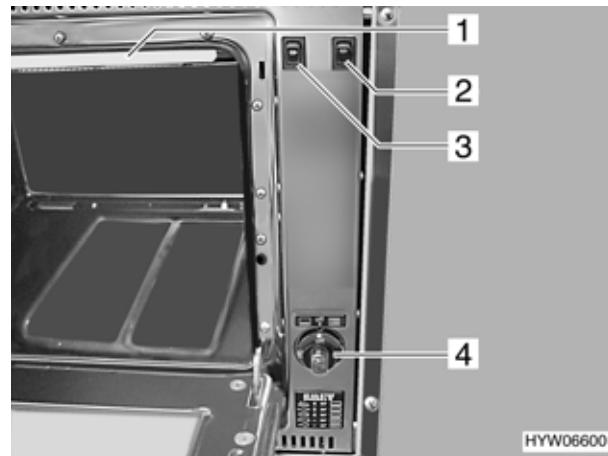

Bild 116 Gasbackofen
- Drehregler (Bild 116,4) auf Backen oder Grillen stellen.
- Drehregler (Bild 116,4) auf Stellung "off" drehen.
- ▷ Bei Grillbetrieb Hitzeschutz (Bild 116,1) entfernen und Backofenklappe halb geöffnet lassen.
- ▷ Der Bratspieß-Motor kann mit dem Wippschalter (Bild 116,3) beim Grillen oder Backen in Gang gesetzt werden.